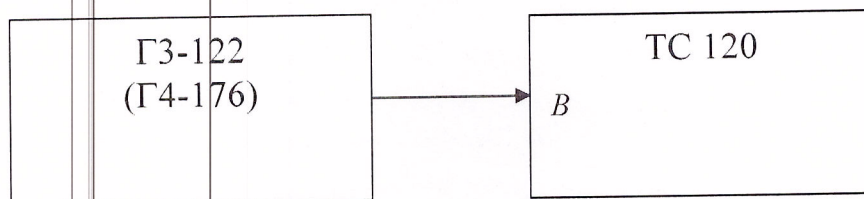

Рис. 6.
8.3.4.1 Собрать схему согласно рис. 6.